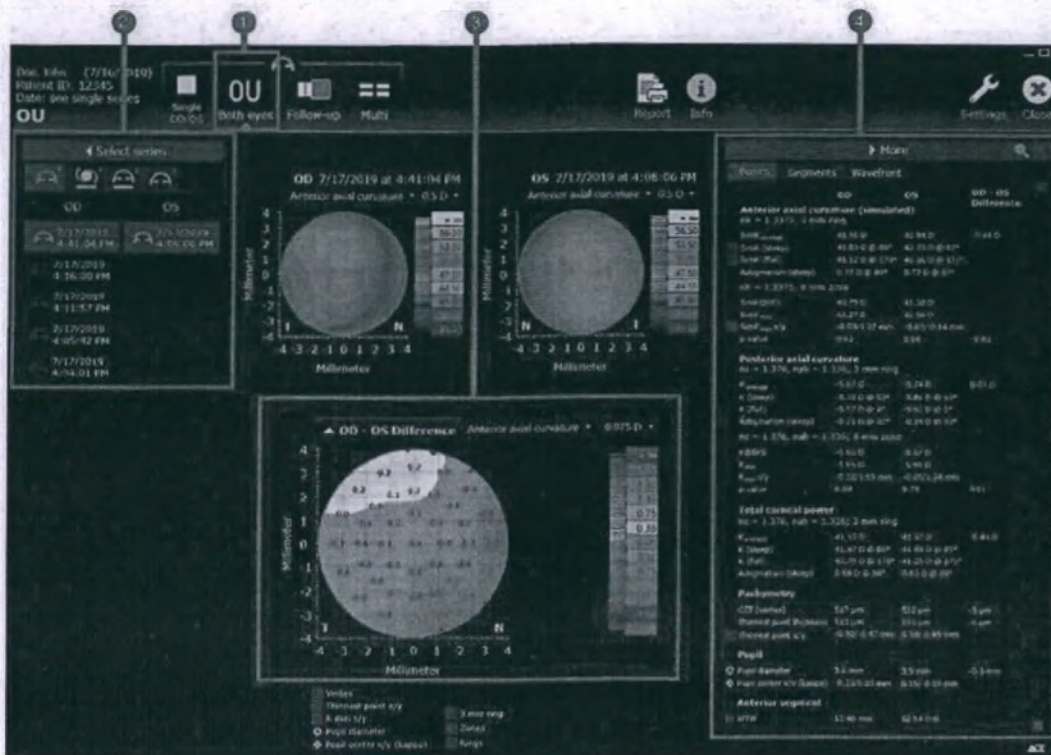

Рис. 26. Анализ отдельных обследований — режим «Оба глаза»
1. ➤ Если симметрия представляет клинический интерес, выберите режим «Оба глаза» (рис. 26/1).
2. ➤ В разделе «Выбор серии» (рис. 26/2), выберите нужное обследование.
3. ➤ Просмотрите результаты обследований и автоматически созданную карту различий левого-правого глаза OD-OS (рис. 26/3).
4. ➤ В разделе «Дополнительно» выберите вкладку «Основные» (рис. 26/4) и проверьте параметры OD, OS и различия левого-правого глаза OD-OS на приемлемость данных.